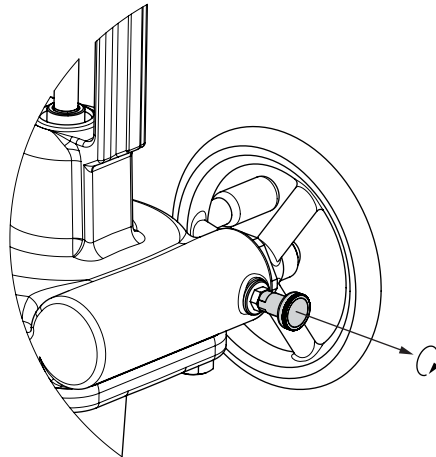

Fig. 11: Ontgrendelen van blokkeerbouten
1. Om van het automatische bedrijf over te schakelen op de handbediening, handwiel ontgrendelen. Hiervoor de blokkeerbouten eruit halen en met 90° draaien, zie Fig. 11.
4. Het handwiel vergrendelen. Hiervoor de blokkeerbouten met minimaal 90° draaien, tot het wiel weer ingrijpt, zie Fig. 11.
1. Blokkeerbouten voor het ontgrendelen van het handwiel eruit halen en met 90° draaien, zie Fig. 11.
3. Blokkeerbouten voor het vergrendelen van het handwiel met minimaal 90° draaien, tot het wiel weer ingrijpt, zie Fig. 11.